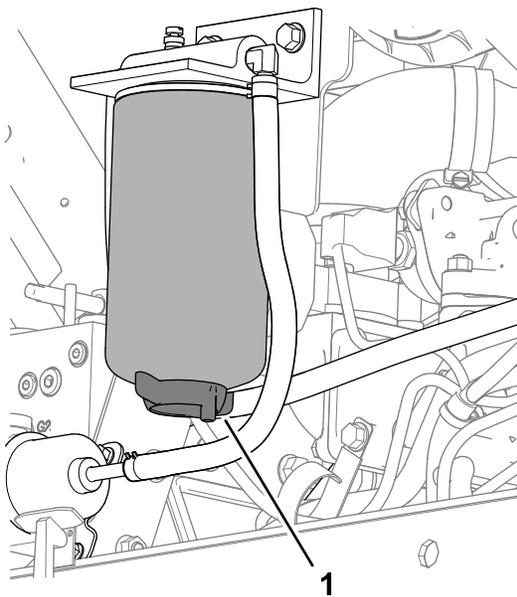

Рисунок 80
3. Установите сливной поддон под фильтр-водоотделитель для топлива (Рисунок 80).